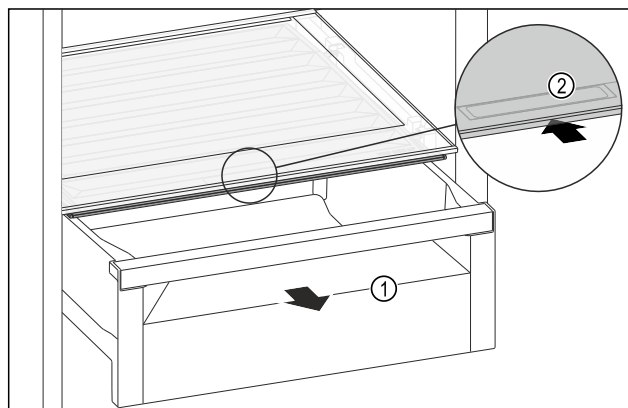

Fig. 117
- Izvlecite predal Fig. 117 (1).
- Primite prijemalno vdolbino Fig. 117 (2) na pokrovu predala in pokrov predala istočasno potisnite nazaj.